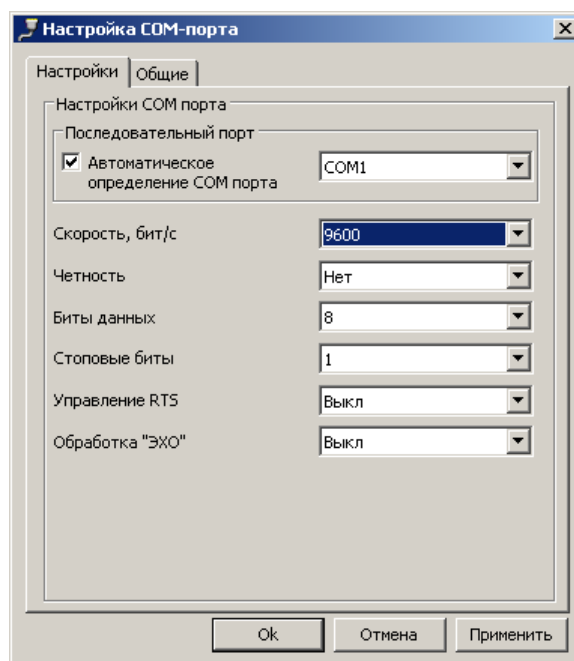

Рисунок 24 – Окно редактирования настроек канала связи «RS-232»
5.2.4 Для канала связи «RS232» установить параметры порта связи (см. Рисунок 24).